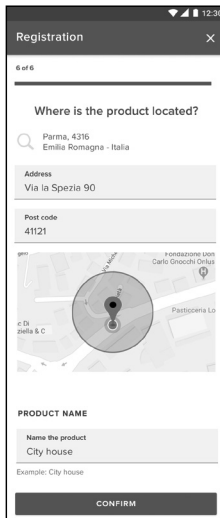

FIG. 8
- Toque na lente (FIG. 8) para introduzir o endereço correto